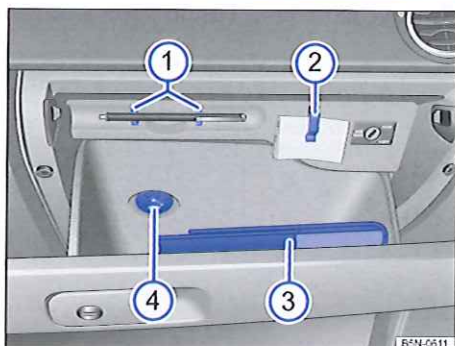

Fig. 120 Dans le tableau de bord : boîte à gants ouverte
Légende de la fig. 120 :
Le Livre de Bord \Rightarrow fig. 120 ③ se trouve dans le rangement et doit y être conservé.